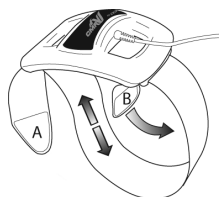

Figure 1
1. Retirer la languette Velcro « A » puis desserrer la sangle. (Figure 1)
6. Pour serrer ou desserrer la sangle, retirer et repositionner le languette Velcro « A ». Ajuster la sangle jusqu'à ce qu'elle soit en position confortable et bien serrée. (Figure 1)